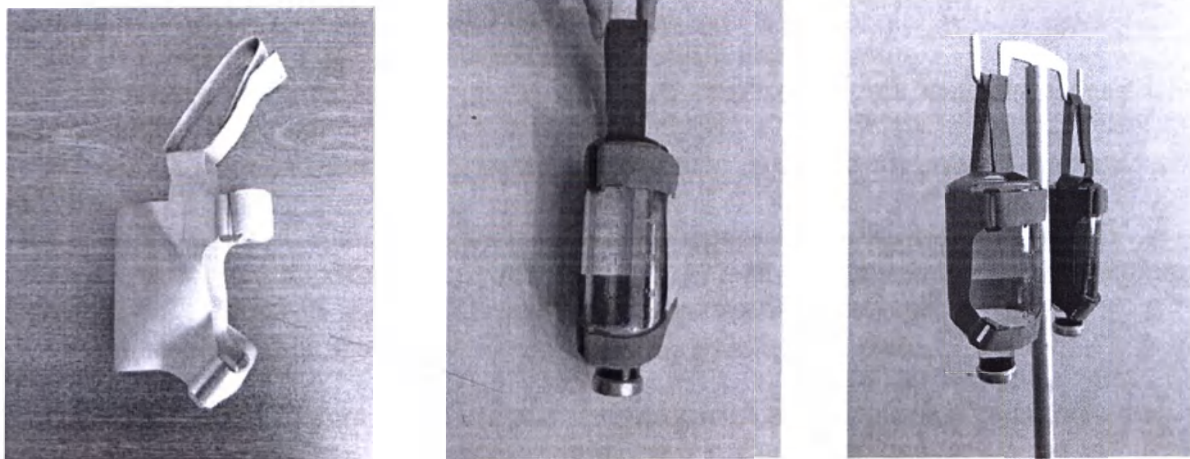

Рис. 2. Порядок работы изделия. Вариант 1.
7.4.1 В случае необходимости использования стеклянного флакона, бутылки (см. Рисунок 2):
- Подвесить держатель с установленным стеклянным флаконом (бутылкой) за стропу держателя, имеющую застежку-липучку, на крюк штатива для вливаний (см. рисунок 2в) или подходящий элемент интерьера на необходимой высоте. В случае необходимости, использовать ремень удерживающий и/или крючок, входящие в состав комплекта.